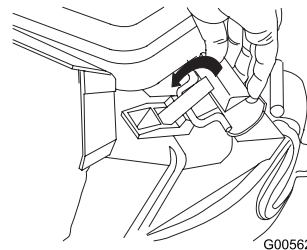

Figura 25
4. Tire hacia atrás del tirador hasta que el enganche se bloquee en la muesca del enganche de la puerta de la bolsa (Figura 25).